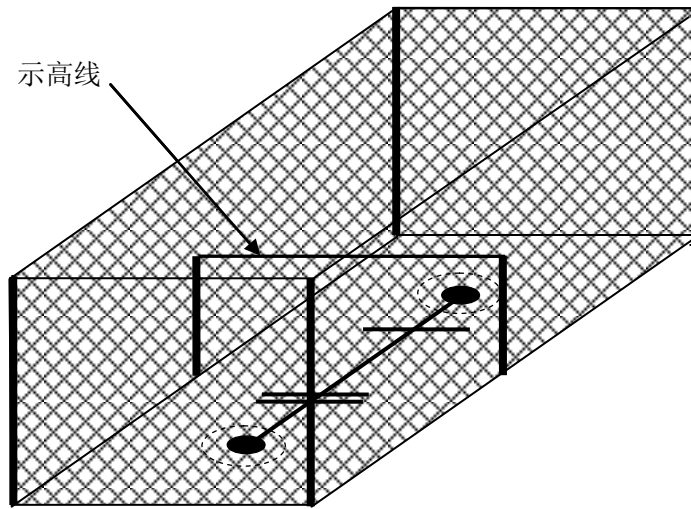

图3 飞行区域安全网示意图
11. 为保证安全，可沿飞行区域四周架设安全网（长 500cm，宽 300cm，高 200cm），顶部无需架设。若安全网采用排球网、羽毛球网时可由顶向下悬挂不必触地，不得影响视线。安装示意图如图 3 所示。